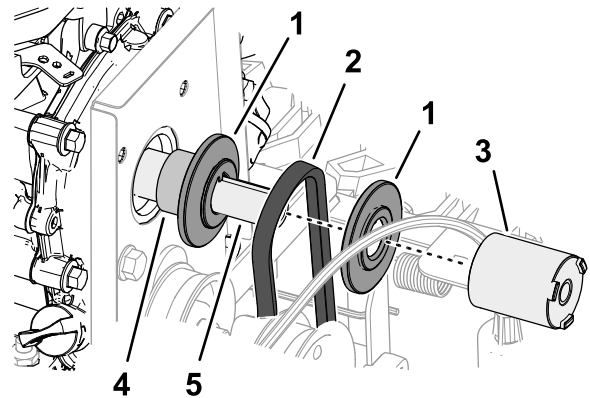

Bild 50
- Richten Sie den Treibriemen oben an der Maschine in der Nut der Riemenscheibe des Fahrtriebs aus und legen Sie den Treibriemen über die Kurbelwelle des Motors (**Bild 50**).